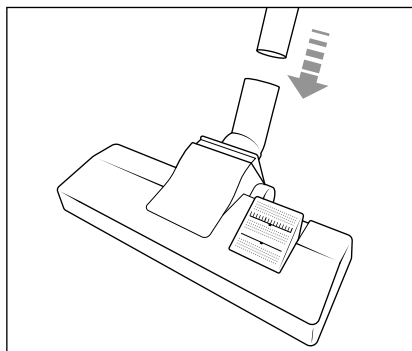

Fig. 2
- 2) Sæt teleskopsugerøret **16** ind i gulvbørsten **14**, indtil det sidder fast i gulvbørsten **14** (se fig. 2).